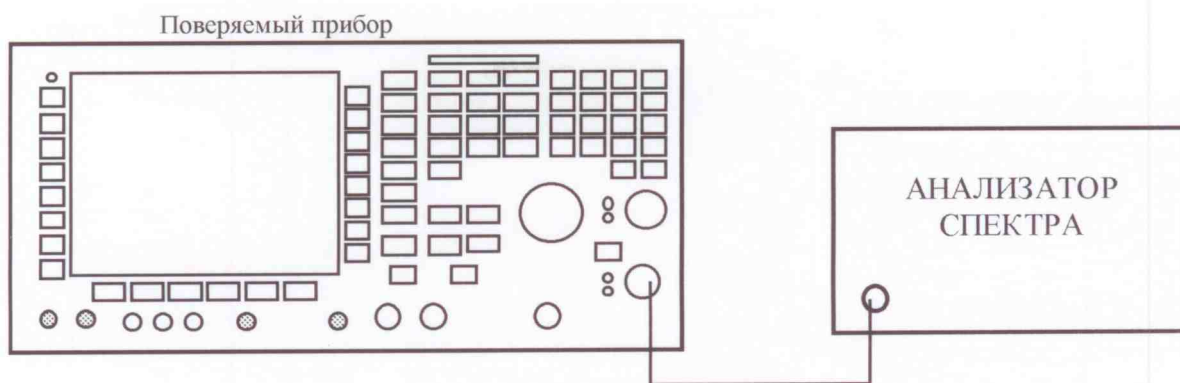

Рисунок 3. Определение уровня гармонических составляющих
7.3.5.1 Поверяемый генератор подключить к анализатору спектра (см. рисунок 3) с помощью 50 - омного BNC кабеля через 50-омную проходную нагрузку.
7.3.6.1 Поверяемый генератор подключить к анализатору спектра (см. рисунок 3) с помощью 50 - омного BNC кабеля через 50-омную проходную нагрузку.
7.3.7.1 Поверяемый генератор подключить к анализатору спектра (см. рисунок 3) с помощью 50 - омного BNC кабеля через 50-омную проходную нагрузку.